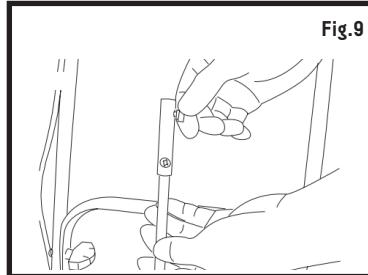

Fig.9
2. Desserrez à la main la vis sur la partie inférieure de la manivelle (fig. 9).